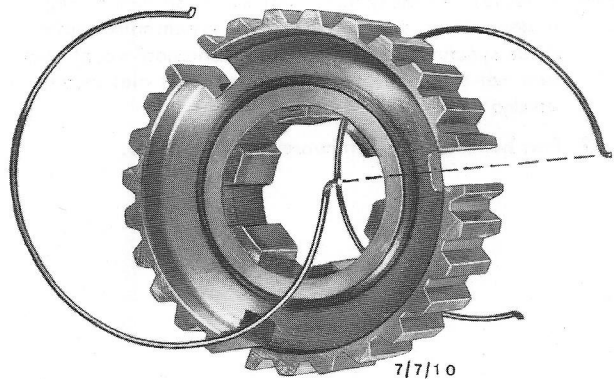

Fig.137 Synchro voor 3e/4e versnelling monteren.
22. Zet de synchro voor de 3e/4e versnelling in elkaar door de synchroniseerspieën erin te leggen en de synchroniseerveren t.o.v. elkaar verdraaid te monteren, zodat een uiteinde van elke veer in dezelfde synchroniseerspie ligt (fig.137).